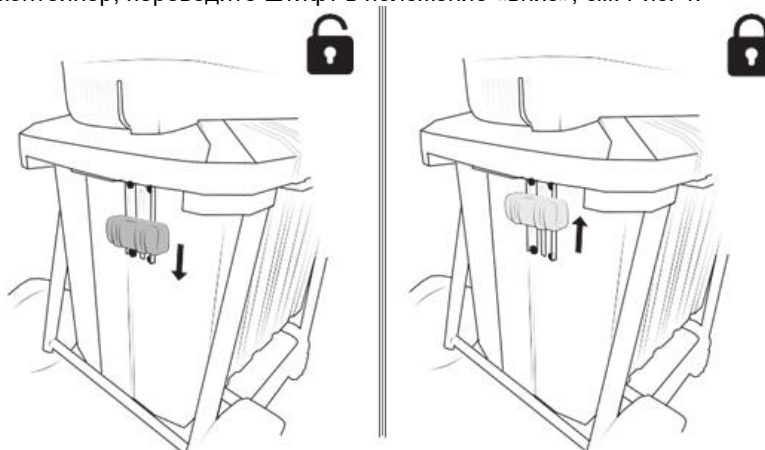

Рис. 4
4) Переведите штифт контейнера для отходов в положение «вверх», чтобы заблокировать его. Для того чтобы открыть контейнер, переведите штифт в положение «вниз», см. Рис. 4.
- 1) Убедитесь, что штифт контейнера для отходов заблокирован, см. Рис. 4;